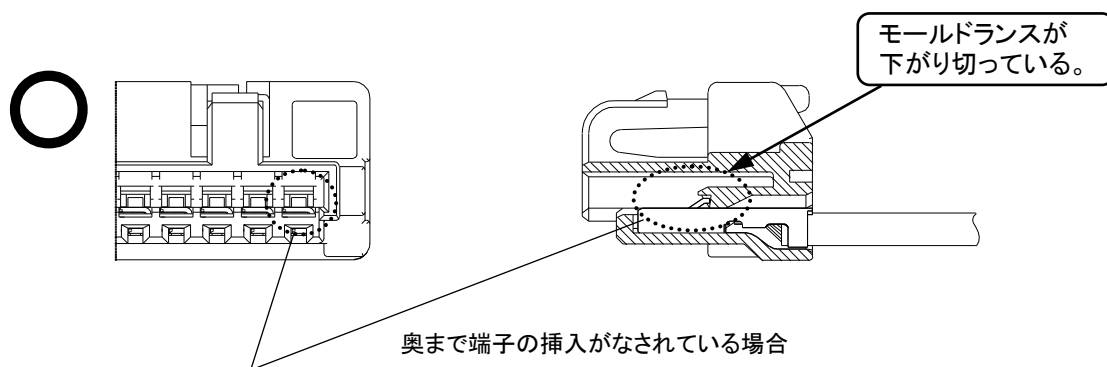

Fig.3 正しく装着されている場合
- ⑤ すべての端子の装着後、プラグハウジングのモールドランスを間口より覗き、モールドランス部の位置を確認してください。正しく装着されている場合は、端子ランス部がきちんとモールドランスを乗り越えた位置にあります。(Fig.3、4)